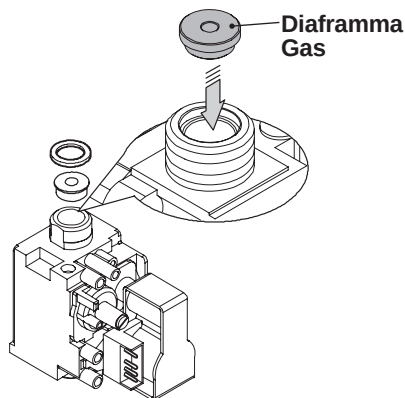

Figura 4.2
- Eseguire la trasformazione del tipo di gas sostituendo correttamente il diaframma gas (Figura 4.2), facendo riferimento alla sezione "Dati tecnici" presente nel libretto di Sistema.